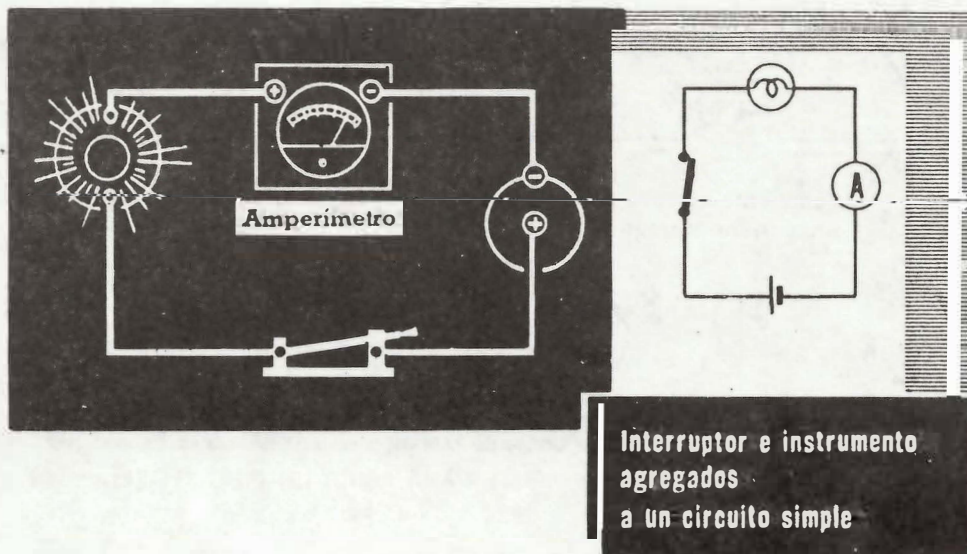

FIG. 8
- Sin embargo, los circuitos simples pueden tener otros dispositivos conectados al mismo circuito, y no por esto dejan de ser circuitos simples. Tal es el caso de un interruptor o un instrumento de medida conectado con la lámpara. Estos no modifican el tipo de circuito pues el valor de su resistencia es insignificante (Fig. 8).